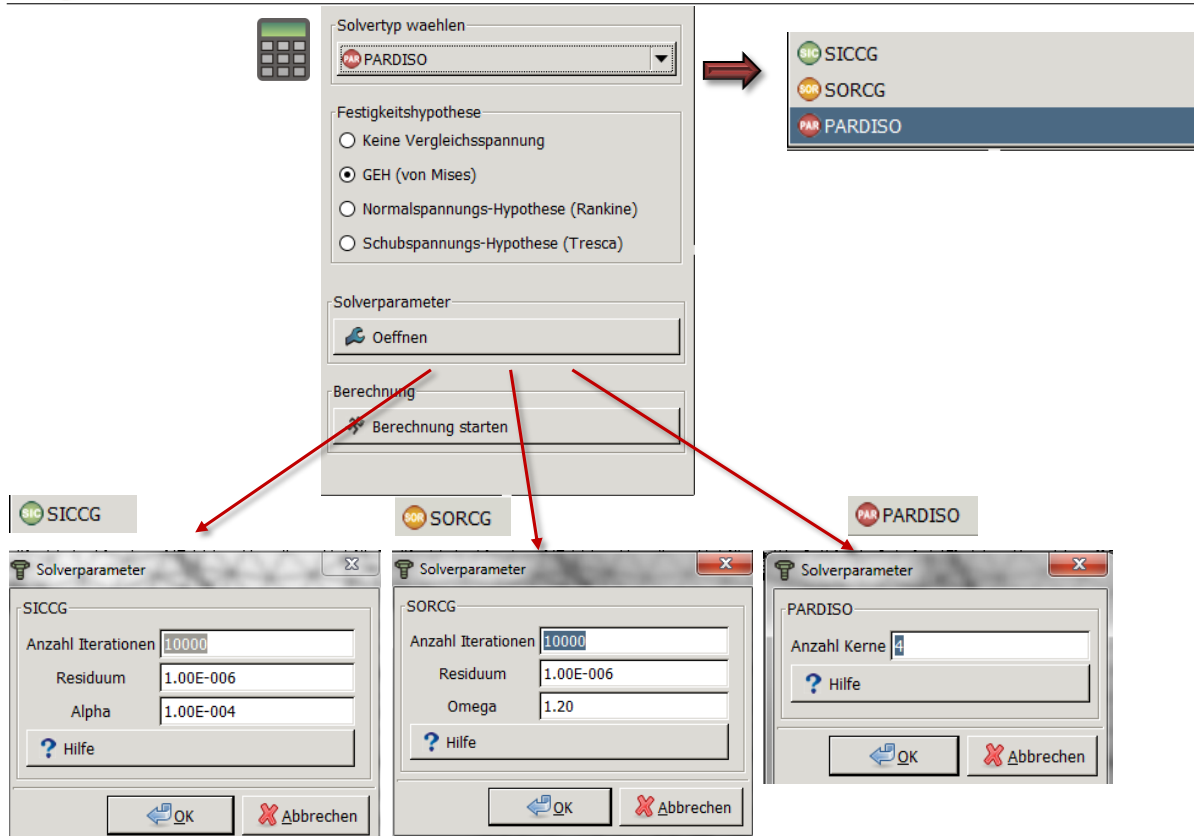

Abbildung 43: Solvereinstellungen Z88Thermo
Die Temperatur kann der Benutzer entweder in Kelvin (K) oder in ° Celsius ($^{\circ}C$) angeben. Für die Berechnungsergebnisse macht dies hier keinen Unterschied. Die Wärmestromdichte ist eine flächenbezogene Last, d.h. sie gibt den Wärmestrom pro Fläche an (Einheit: W/mm^2). Der Wärmestrom (Einheit: W), die punktuelle Last, kann entweder gleichverteilt oder verteilt aufgegeben werden. Gleichverteilt bedeutet hier, dass jedem Knoten der gleiche angegebene Wert zugewiesen wird, wohin gegen verteilt die Verteilung nach FE-Regeln darstellt. Möchte man eine thermo-mechanische Simulation durchführen, so muss man nur neue Sets mit zusätzlichen mechanischen Randbedingungen (z.B. einer Festhaltung) anlegen. Der Solver erkennt dann automatisch, dass der Benutzer eine solche Simulation durchführen möchte. Als Berechnungskern kann zwischen den drei bekannten Gleichungslösern Pardiso (direkt und mehrkernfähig), SICCg und SORCG (iterativ) gewählt werden (Abbildung 43). Der Cholesky-Solver entfällt hier.